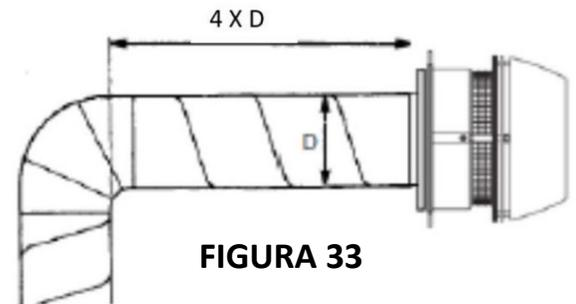

FIGURA 33
7. Para conseguir un rendimiento y un consumo energético óptimo del ventilador RS, el conducto debe instalarse como se indica a continuación y se debe respetar las distancias. Desde el último codo hasta el punto de terminación, la distancia debe ser 4 veces el diámetro del conducto de humo. Por ejemplo, si se utiliza un conducto de humo de 12 pulgadas ($12 \times 4 = 48$ pulgadas), la distancia desde el último codo hasta el punto de terminación del ventilador debe ser de 48 pulgadas. (**Figura 33**)